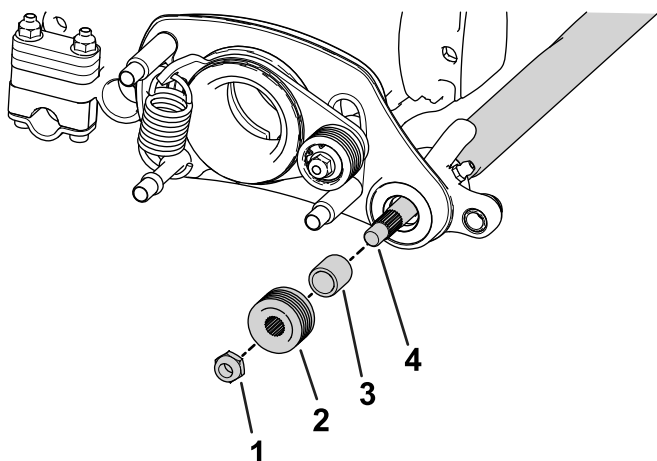

Figura 11
8. Aplique una capa ligera de grasa en el cubo de la polea arrastrada (Figura 11).
9. Deslice la polea arrastrada sobre el eje del groomer (Figura 11).
10. Fije la polea al eje con una contratuerca con arandela prensada (Figura 11) y apriétela a entre 23 y 28 N·m.